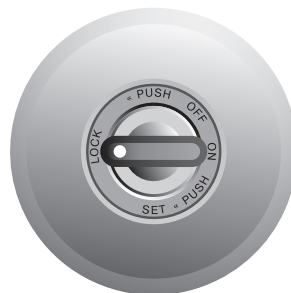

Рис. 2
- **Двусторонний ключ CRYPTEX** (рис. 1) является органом управления механизмом замка и включением зажигания. При помощи вращения ключа из положения «**LOCK**» - в положение «**ON**», происходит разблокировка рулевого вала автомобиля и включение зажигания. Ключ вынимается и вставляется в замок только в положении «**LOCK**» (рис. 2). Ключ фиксируется в замке при положении «**ON**», «**OFF**» или «**SET**».
4.1. Положение ключа «LOCK». Исходное положение ключа в режиме «**LOCK**» - все выключено, ключ вынимается и вставляется, рулевой вал автомобиля и выключатель стартера заблокированы (рис.2). Для разблокирования вала рулевого управления, вставьте ключ в механизм секрета, и слегка вращая рулевое колесо вправо-влево, поверните ключ до упора из положения «**LOCK**» по часовой стрелке в положение «**ON**» (рис 4). Рулевой вал разблокирован, зажигание включено.